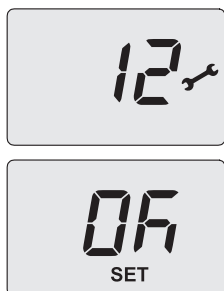

Рисунок 9.5
- На дисплеї з'явиться повідомлення **SET** (налаштовано) (Рисунок 9.5).
- Натисніть кнопку 14 (Рисунок 9.1) для підтвердження введенного значення. На дисплеї на 3 секунди з'явиться повідомлення **OK** (Рисунок 9.5).